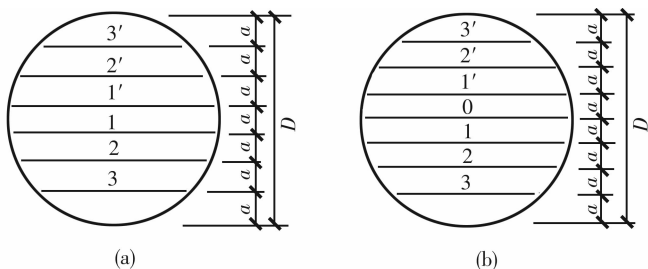

图 1-11 按弦长布置的钢筋下料长度计算简图
(1) 按弦长布置,如图 1-11 所示。先根据下式算出钢筋所在处的弦长,再减去两端保护层厚度,即得钢筋下料长度。